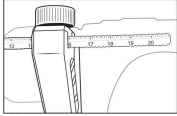

Abb. 1
- ♦ Lösen Sie die Drehschraube für den Tiefenanschlag ①.
- ♦ Setzen Sie den Tiefenanschlag ② in den Zusatz-Handgriff ③ ein.
- ♦ Achten Sie darauf, dass die Zahnung des Tiefenanschlags ② nach unten zeigt.
- ♦ Ziehen Sie den Tiefenanschlag ② so weit heraus, dass der Abstand zwischen der Spitze des Bohrers ④ und der Spitze des Tiefenanschlags ② der gewünschten Bohrtiefe entspricht.
- ♦ Sie können die Bohrtiefe an der Skala auf dem Tiefenanschlag ② ablesen. Ziehen Sie hierzu den Wert, der auf der rechten Seite des Tiefenanschlags ② angezeigt wird (z. B. 16 cm), vom Ende der Skala (20 cm) ab. Die Bohrtiefe beträgt dann 4 cm (siehe Abb. 1).